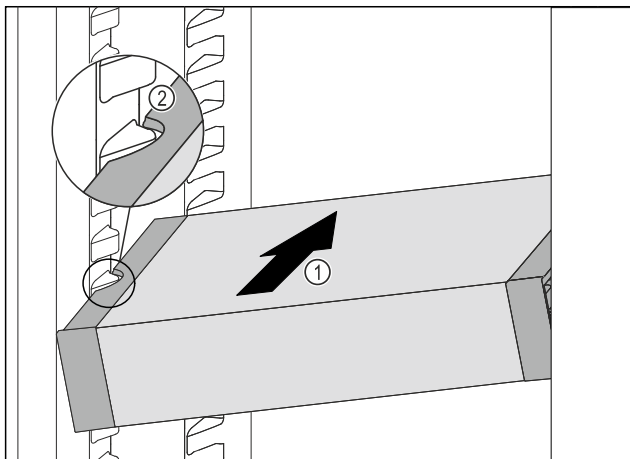

Fig. 75
- ▶ VarioSafe schuin in het koelgedeelte schuiven Fig. 75 (1), tot de uitsparingen aan de zijkant Fig. 75 (2) van de VarioSafe op de hoogte van de rib in het koelgedeelte zitten.